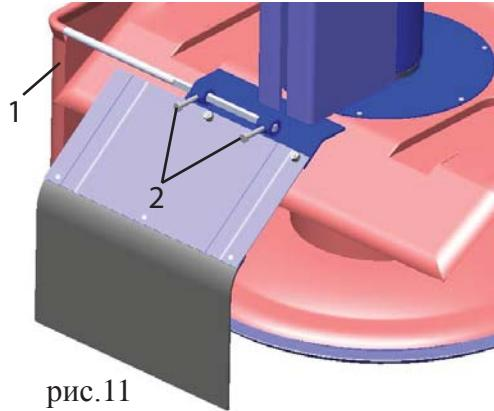

рис.11
6.4.1. Закрепить штору (1) на косилке с помощью двух болтов M8 (рис.11).